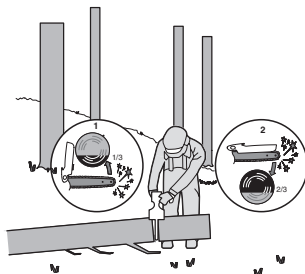

Bild 3
När stocken stötts i ena änden, så som visas på bild 3, såga in 1/3 diameter från undersidan (kapning från undersidan) (1). Avsluta med att kapa från ovsidan för att möta det första snittet (2).